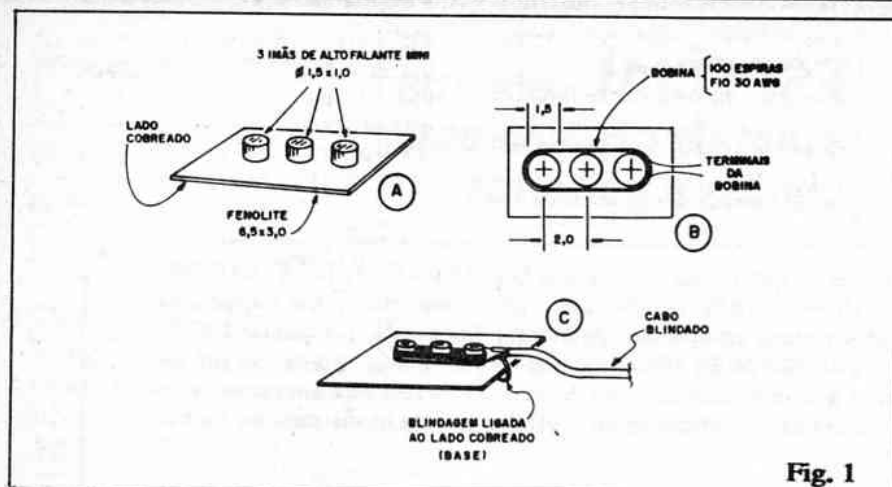
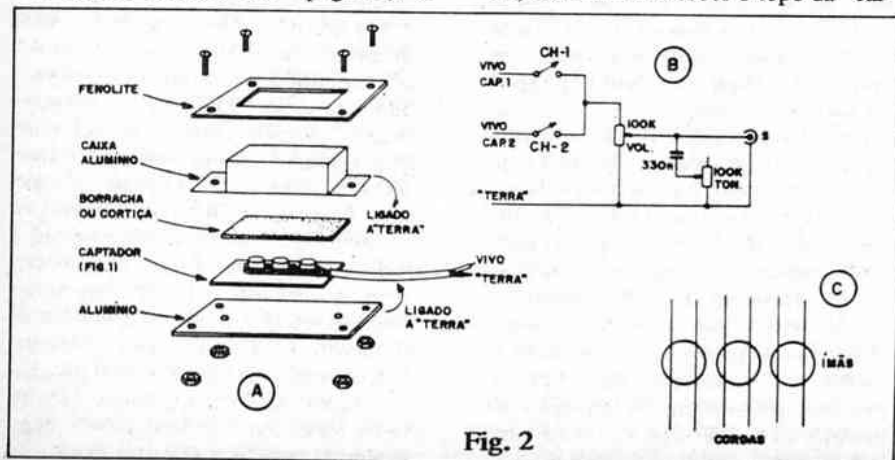
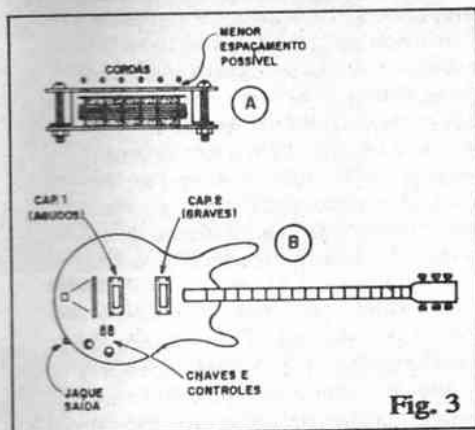

Fig. 1
Fig. 2
Fig. 3
- FIG. 1 - CONSTRUINDO UM CAPTADOR MAGNÉTICO PARA GUITARRA - Um captador desse gênero pode ser totalmente "feito em casa", exigindo para tanto apenas materiais de fácil obtenção, e - naturalmente - alguma "mão de obra", além de ferramental básico (nada que o Leitor/Hobbysta provavelmente já não possua, na sua caixa de ferramentas ou "sucata"...). O ponto fundamental é a obtenção dos magnetos (ímãs) essenciais ao "miolo" do captador: serão necessários três ímãs, de preferência redondos (cilíndricos), com diâmetro tão próximo quanto possível de 1,5 cm., e uma altura em torno de 1,0 cm. cada. Uma "fonte" óbvia desses magnetos são pequenos alto-falantes inuti-
- **FIG. 1-B** - O espaçamento entre o centro dos magnetos (os três devem ficar alinhados) deve situar-se em torno de 2,0 cm. Uma vez fixados os imãs, o Leitor/Hobbysta deve providenciar cerca de 15 metros de fio de cobre esmaltado nº 30 (ou nº 32) e enrolar 100 voltas do dito fio em torno do trio de magnetos, conforme mostra a figura. Obtidas as 100 espiras, o conjunto deve ser fixado com fita adesiva ou filetes de cola, aplicados ao aglomerado de fios, de modo que a bobina não "desmonte". Mantenha-se, contudo, a superfície superior dos imãs, livre e limpa.
- **FIG. 1-C** - A ligação elétrica da bobina captadora deve ser feita com cabo blindado mono, fino, conectando-se a "malha" e o "vivo" de tal cabo, indiferentemente aos dois fios/terminais da bobina (não esquecer de raspar o esmalte do fio de cobre, caso contrário a ligação soldada não "pegará"). O
- **FIG. 2-A** - Vista explodida do captador magnético, em seu todo. As dimensões gerais não são dadas, pois tratam-se de dados ou parâmetros **não críticos**, dependendo **muito** das próprias dimensões ou forma do tampo do instrumento ao qual o captador vá ser acoplado. É fácil, porém, inferir as dimensões de cada item, tomando-se como base as medidas do substrato e do conjunto de imãs/bobina (FIG. 1). Como base mecânica geral da "coisa", usamos uma placa retangular de alumínio (ou mesmo lata, recortada na forma e dimensão convenientes...). Para proteção à parte superior do conjunto imãs/bobina, um pequeno retângulo de borracha (pode ser até recortado de câmara de pneu...) ou cortiça. O conjunto básico é fechado numa espécie de caixa de alumínio ou lata (materiais fáceis de recortar e "planificar", dobrando-se nos pontos convenientes, dotada de duas abas para fixação. Finalmente, para fechamento "estético" do captador, um retângulo de fenolite, fórmica ou mesmo plástico rígido, contendo uma "janela" central, destinada a receber o topo da "cai-
- **FIG. 2-B** - A circuitagem (simples) interna da guitarra é mostrada, em esquema, na figura... Notar que normalmente as guitarras usam pelo menos **dois** captadores, e assim o Leitor/Hobbysta deverá construir dois conjuntos (fig. 1 e 2-A) completos de captação magnética, para um perfeito desempenho. No pequeno circuito de comando e controle, duas chaves simples (CH-1 e CH-2) determinarão **qual** o captador que deve entrar em ação. Observar bem as conexões dos "vivos" (condutor do "miolo" dos cabos blindados) e "terra" (malha dos cabos blindados). Os controles são dois: um para VOLUME e outro para a TONALIDADE, ambos executados por potenciômetros de 100K. Um capacitor (poliéster) de 330n perfaz o conjunto RC variável do controle de tonalidade (em série com o respectivo potenciômetro). A saída "S" do sistema é normalmente feita através do apropriado jaque (tamanho grande), interligando ao circuito e controles via cabo blindado.
- **FIG. 2-C** - Importantes aspectos "mecânicos" da implementação: como são três os magnetos, estes devem atuar sobre as cordas do instrumento, **duas a duas**, ficando fisicamente distribuídos de acordo com o diagrama. QUEM QUISER CONSTRUIR O CAPTADOR PARA USO NUM CONTRA-BAIXO (4 CORDAS) DEVERÁ USAR **DOIS** IMÃS DE DIÂMETRO UM POUCO MAIOR, OU ENTÃO **QUATRO** IMÃS DE DIÂMETRO UM POUCO MENOR (PROPORCIONANDO O POSICIONAMENTO DE CAPTAÇÃO DAS CORDAS, RESPECTIVAMENTE **DUAS A DUAS** OU **UMA A UMA**...).
- **FIG. 3-A** - Ainda quanto aos aspectos "mecânicos" do sistema: para bom rendimento e sensibilidade, é **importante** que o topo do captador guarde a **menor** distância possível - na instalação final - com relação ao plano das cordas do instrumento. Observar que esse ajuste mecânico normalmente será
- **FIG. 3-B** - Para que ocorra uma eficiente captação harmônica do som do instrumento, normalmente são necessários **dois** captadores (conforme já foi dito). Estes devem ser posicionados da seguinte forma: um bem próximo ao cavalete ou pente (extremidade das cordas), destinado à captação dos harmônicos AGUDOS, e outro junto ao fim do braço do instrumento (mais próximo à zona central das cordas), para captação dos tons fundamentais, mais GRAVES. Músicos mais exigentes poderão acoplar até **três** captadores (mais um, em posição central com relação aos dois mostrados na figura), configurando o necessário chaveamento (ver FIG. 2-B) de modo a proporcionar inúmeras possibilidades harmônicas de captação. Ainda na figura, vemos as posições tradicionais adotadas para os controles (potenciômetros e chaves), bem como a localização prática do jaque de saída.